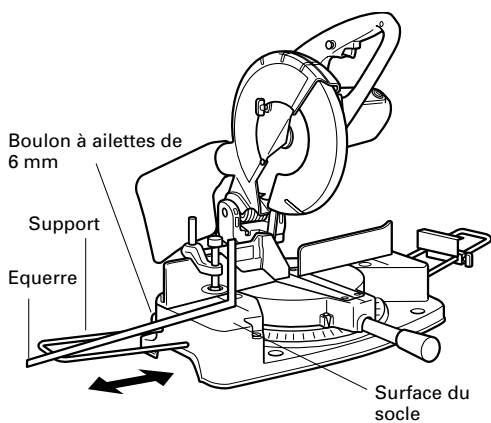

Fig. 12
- (1) Comme indiqué à la Fig. 12, utiliser une équerre en acier pour aligner le bord supérieur des supports sur la surface du socle.
- (2) Après l'alignement, fixer les supports avec les boulons à ailettes de 6 mm.